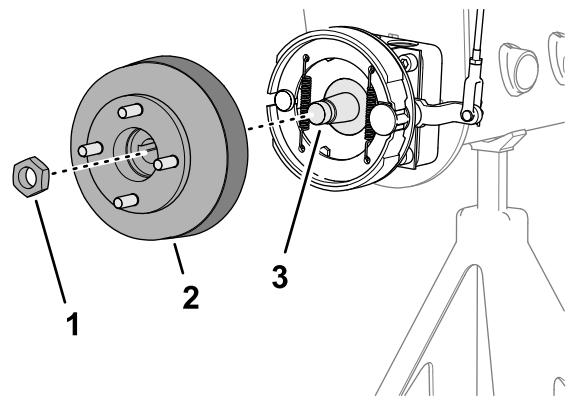
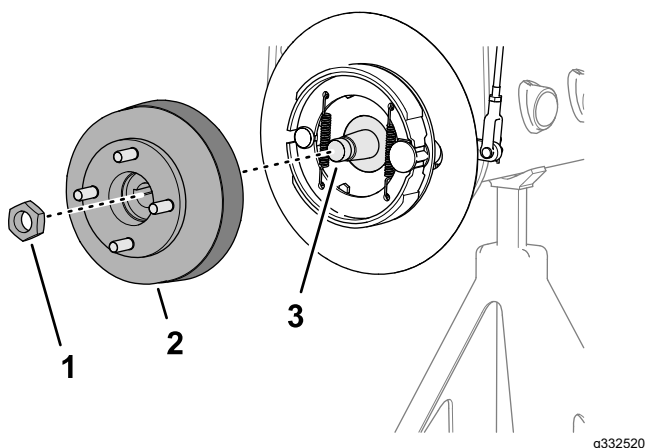

Figura 75
Figura 76
1. Retire la contratuerca que sujeta el cubo al eje del motor de rueda (Figura 75 o Figura 76).
4. Utilice el extractor de cubos de rueda especificado para retirar el cubo de la rueda y el tambor de freno del eje del motor de rueda (Figura 75 o Figura 76).